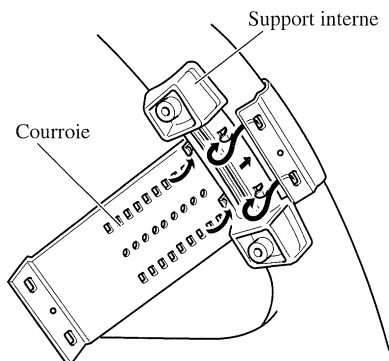

Fig. 10
1. Fixer le support interne à la circonférence intérieure du volant de direction avec la courroie. (Fig. 10)